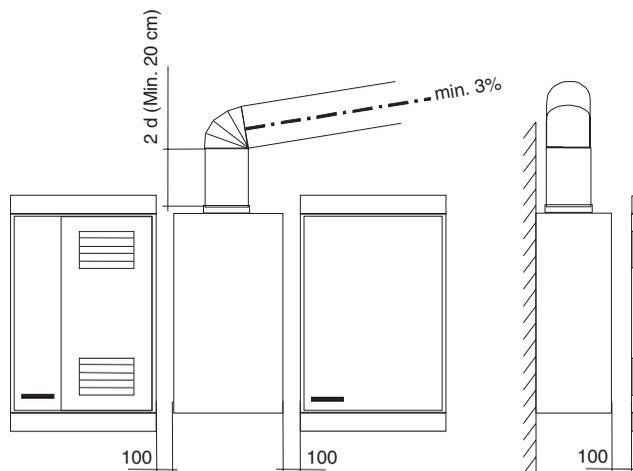

Fig. 3
3.3. Local de instalación: (ver fig. 3):